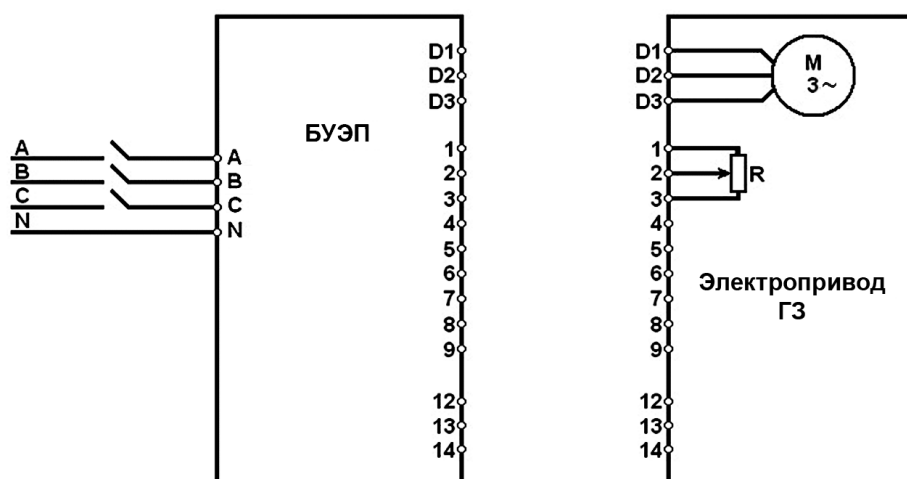

Рис. 4 Блок-схема подключения БУЭП к электроприводу
3. Произведите подключение согласно схеме (рис. 4)